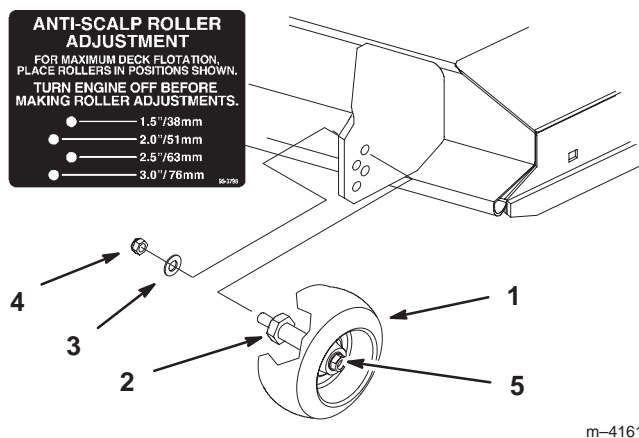

Figure 21
2. Lorsque la hauteur de coupe est réglée, enlevez l'écrou à collerette et la rondelle élastique tout en maintenant le goujon avec une clé (Fig. 21).
Remarque : N'enlevez pas l'écrou et la rondelle de la roue (Fig. 21).
3. Choisissez le trou pour que la roue de jauge se trouve le plus près possible de la hauteur de coupe correspondante voulue (Fig. 21).
4. Remettez l'écrou à collerette et la rondelle élastique. Serrez à 54–61 Nm (Fig. 21).